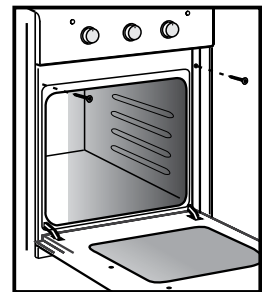

Рис.15
- Духовка устанавливается на дно ниши и закрепляется спереди винтами (рис. 15), прилагаемыми в комплекте.